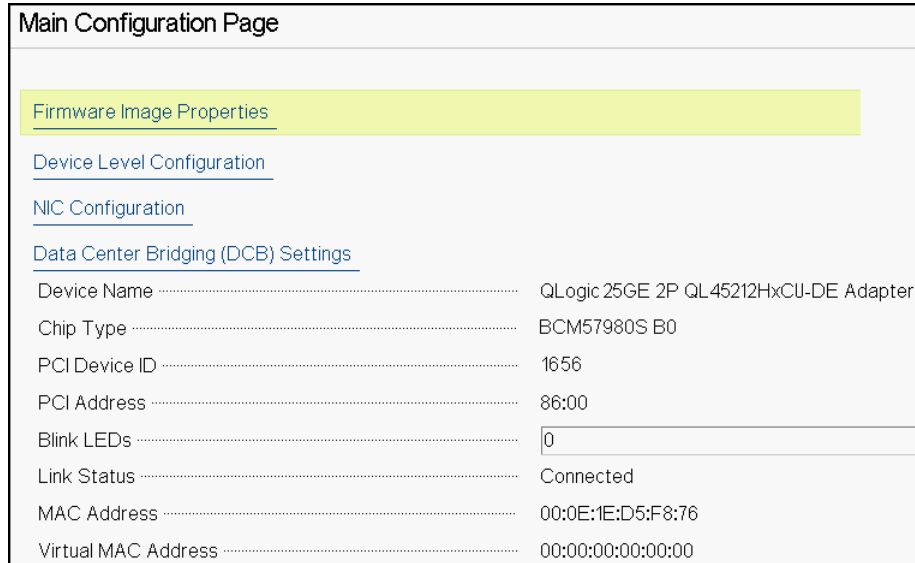
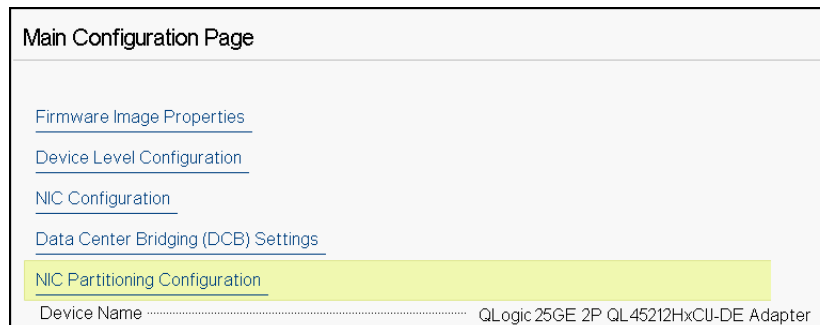

Abbildung 5-3. Hauptkonfigurationsseite
Abbildung 5-4. Hauptkonfigurationsseite, Partitionierungsmodus auf NPAR einstellen
Auf der Seite „Main Configuration“ (Hauptkonfiguration) (Abbildung 5-3) werden die Adapterverwaltungsoptionen dargestellt, mit denen Sie den Partitionierungsmodus festlegen können.
4. Durch das Festlegen des **Partitioning Mode** (Partitionierungsmodus) unter **Device Level Configuration** (Konfiguration auf Geräteebe) auf **NPAR** wird die Option **NIC Partitioning Configuration** (Partitionierungskonfiguration) zur Seite „Main Configuration“ (Hauptkonfiguration) hinzugefügt. Siehe Abbildung 5-4.
In Abbildung 5-3 und Abbildung 5-4 ist auf der Hauptkonfigurationsseite Folgendes zu sehen:
1. Wählen Sie auf der Seite „Main Configuration“ (Abbildung 5-3 auf Seite 44) (Hauptkonfiguration) die Option **Device Level Configuration** (Konfiguration auf Geräteebene) aus und klicken Sie dann auf **Finish** (Fertigstellen).
1. Wählen Sie auf der Seite „Main Configuration“ (Hauptkonfiguration) die Option **NIC Configuration** (NIC-Konfiguration) (Abbildung 5-3 auf Seite 44) aus und klicken Sie dann auf **Finish** (Fertigstellen).